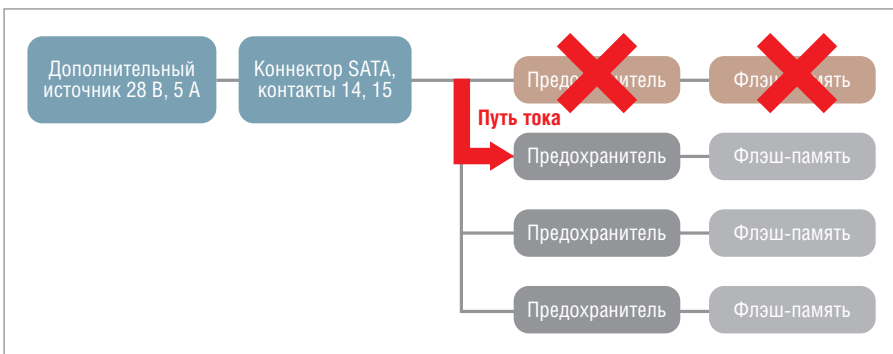

Рис. 11. Пояснение к процессу физического разрушения данных
- Шаг 2. Напряжение 28 В подаётся последовательно на каждый флэш-модуль (рис. 11).
только через одну микросхему памяти. После того как она сгорит, другие микросхемы могут оказаться не выведенными из строя. Встроенная система предохранителей используется для обеспечения направления тока на каждую микросхему флэш-памяти. Когда сгорит первый флэш-модуль, соответствующий ему предохранитель разрывает его цепь (рис. 11). Следовательно, ток будет затем проходить через другие флэш-модули и уничтожать их в последовательном порядке, разрушая каждый.